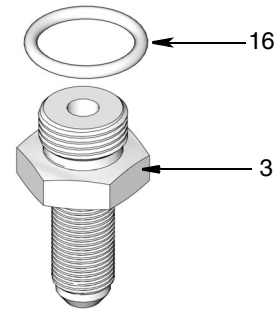

Рис. 3
3. Наденьте уплотнительное кольцо (16) на фитинг с перемычкой (3) как указано на Рис. 3.